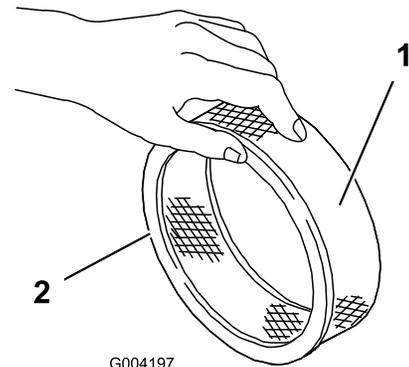

図 46
5. ペーパー・フィルタに汚れや油汚れ、ゴムシールの傷がないか点検する(図 46)。
1. ペーパー・エレメントにスポンジ・エレメントを注意深く取り付ける(図 46)。